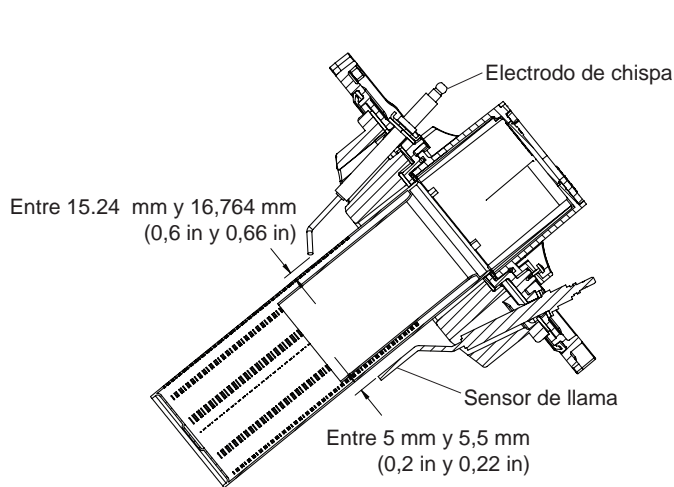

Figura 39. (A) Electrodo de chispa del quemador
- El aislamiento térmico debe controlarse cada 12 meses y, si es necesario, se lo debe reemplazar. Inspeccione el aislamiento térmico para ver si hay signos de daño exterior en el dispositivo. Se recomienda llamar a un técnico de servicio calificado para inspeccionar el aislamiento térmico. (Figura 39,40).